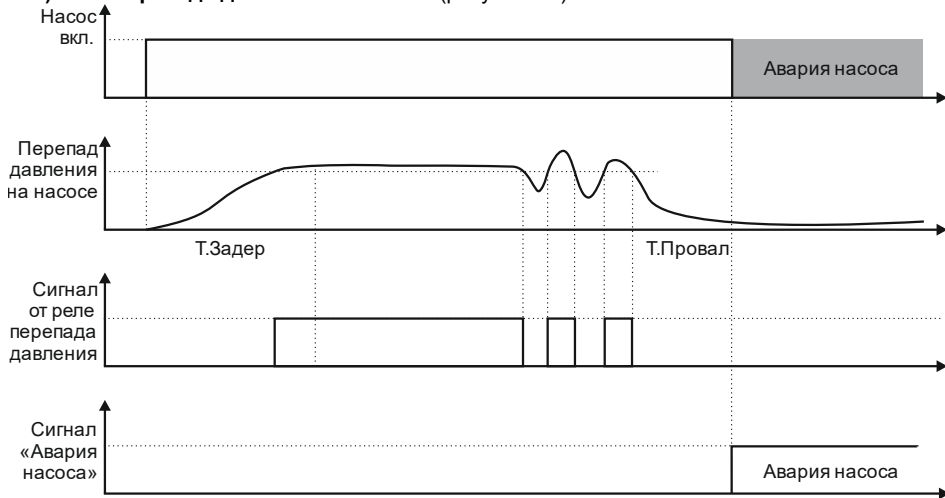

Рисунок 3.3 - Обработка сигнала от датчика перепада давления ($\Delta P1/\Delta P2$)
1) Нет перепада давления на насосе (рисунок 3.3)